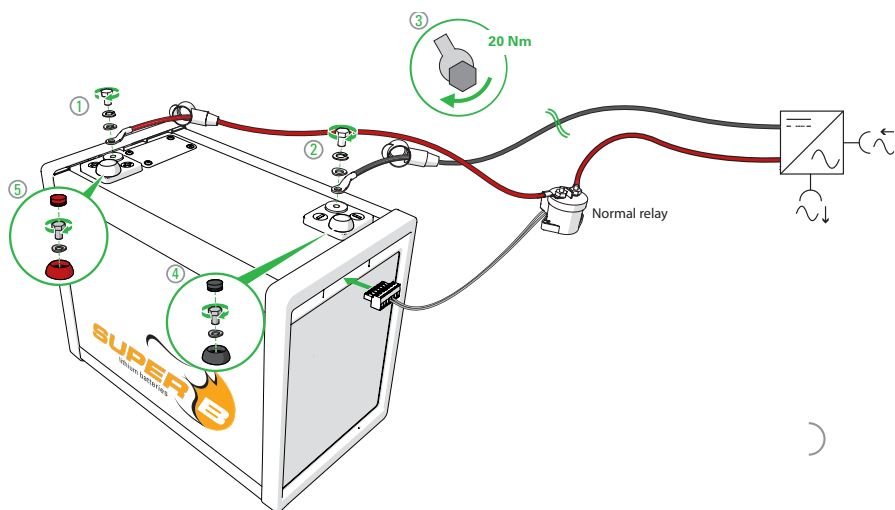

Abbildung 12. Sicherung der Klemmenabdeckungen
2. Schließen Sie die Plus-Klemme der Batterie an die Minus- oder A1-Klemme des Relais an (Abbildung 12).
4. Schließen Sie die Minus-Klemme der Batterie an. Schließen Sie nicht zuerst die Minus-Klemme an, da dies zu Kurzschlüssen führen kann (Abbildung 12).